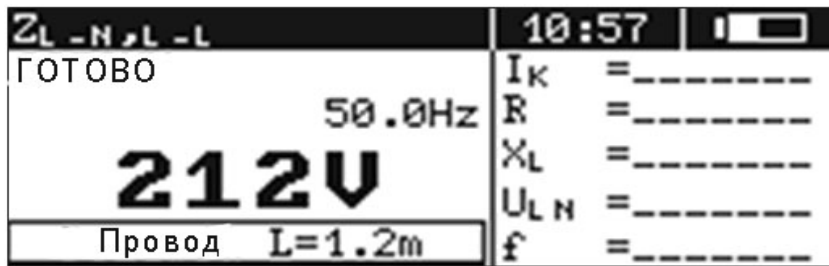
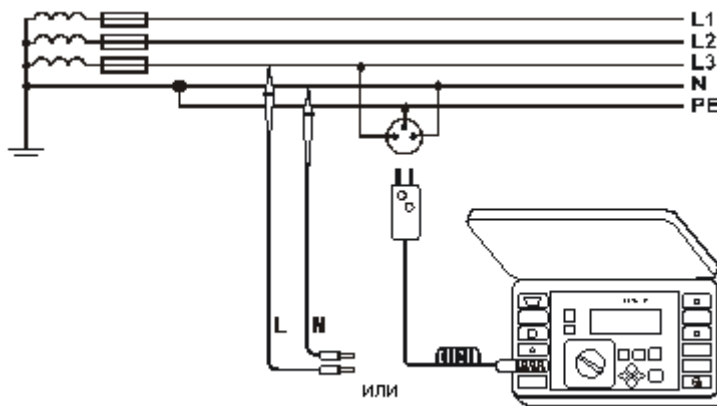
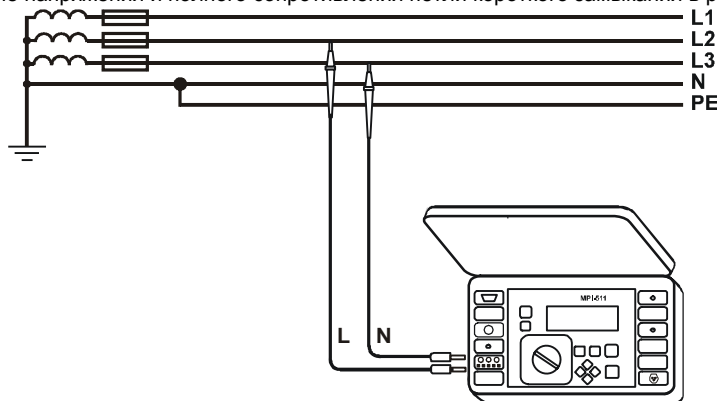

Рис.5. Измерение переменного напряжения для функции $U_{L-N,L-L}$, $Z_{L-N,L-L}$
Рис.10. Измерение напряжения и полного сопротивления петли короткого замыкания в рабочей цепи (L-N)
Рис.11. Измерение напряжения и полного сопротивления в рабочей цепи (L-L)
Измеритель фиксирует и показывает напряжение переменного тока и частоту сети во всех измерительных функциях за исключением R_{ISO} (для функции $\text{}$ -только напряжение). Напряжение измеряется для частоты в пределах 45..65 Гц как True RMS, без устранения (с учетом) возможной постоянной составляющей. Если частота измеряемого процесса не укладывается в указанных границах, то вместо ее величины показывается соответствующее сообщение: $f < 45$ Гц или $f > 65$ Гц. Только для функции $U_{L-N,L-L}$, $Z_{L-N,L-L}$ или U_{L-PE} , Z_{L-PE} напряжение отображается как главный результат (Рис.5). Измерительные провода следует подключить согласно Рис.10 или Рис.11.
- измерительные провода подключить согласно Рис.10, 11 или 12;
Последний результат измерения помнится до момента повторного нажатия клавиши [10] или смены положения переключателя [9]. После записи результата в память измеритель переходит в режим отображения напряжения (Рис.5) и линейка выбора параметров гаснет.